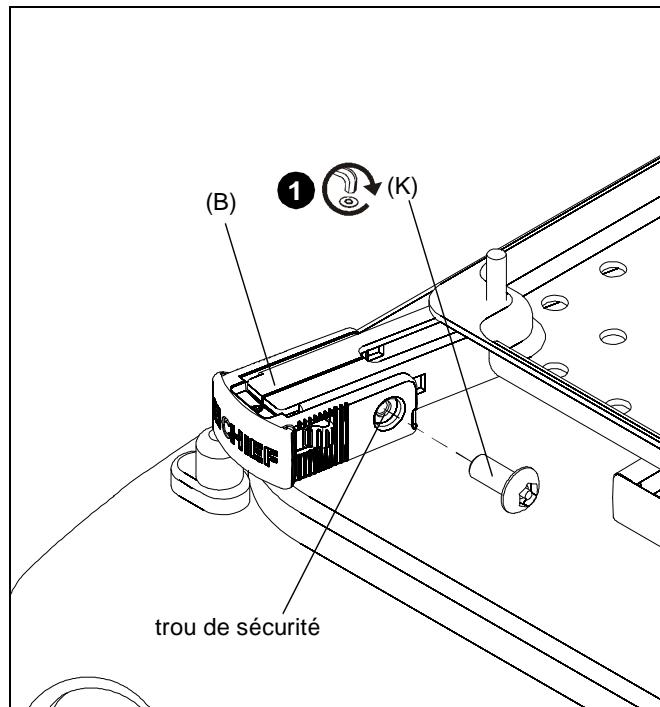

Figure 9
- Installez les vis de sécurité à tête bouton #8-32 x 3/8" (K) dans les trous de sécurité des pieds du SLBU/SLMU. (See Figure 9)